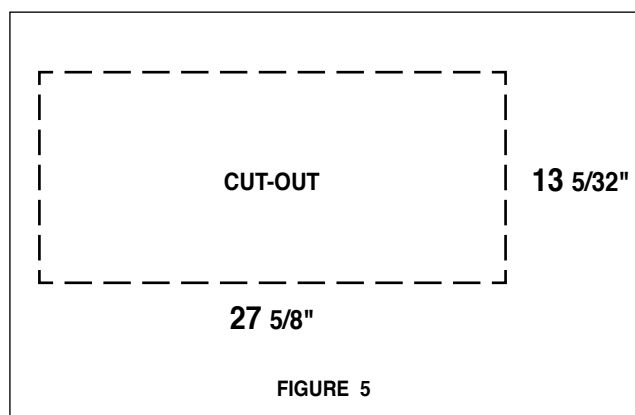

FIGURE 5
5. Découper l'ouverture où la hotte sera installée (**FIGURE 5**).